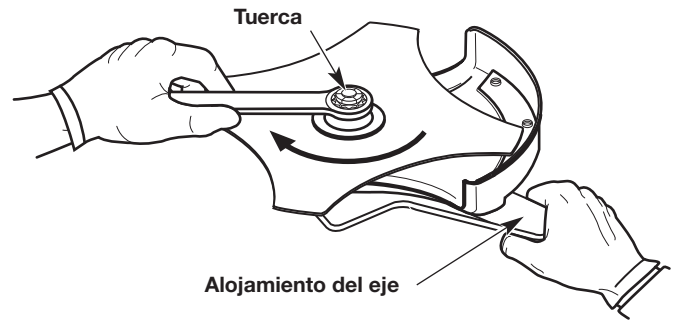

Fig. 15
3. Mantenga la varilla de seguridad en su lugar sujetando el otro extremo contra el alojamiento del eje (Fig. 15).
4. Mientras sostiene la varilla de seguridad en su lugar, afloje la tuerca girándola en el sentido de las agujas del reloj con una llave de tuercas (Fig. 15).